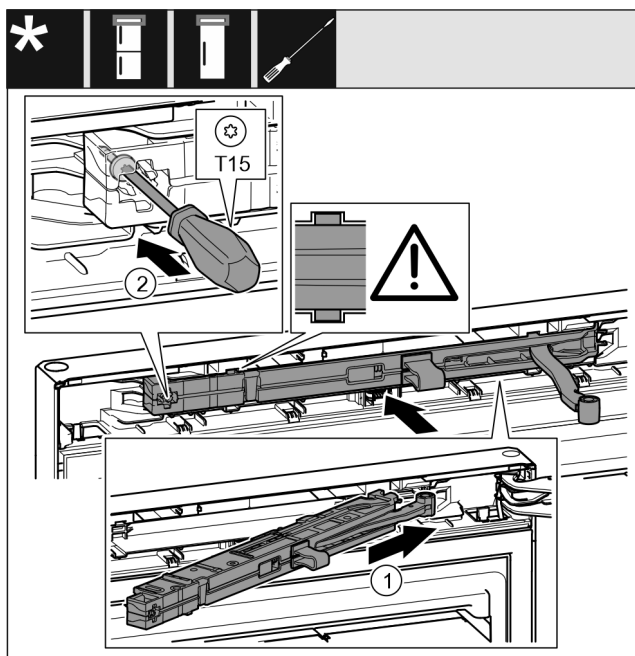

Fig. 47
- ▶ Jednotku tlumiče zavírání na straně stojanu ložiska zasuňte až na doraz šikmo do vybrání. Fig. 47 (1)
- ▶ Šroubovákem T15 pevně utáhněte šroub. Fig. 47 (2)